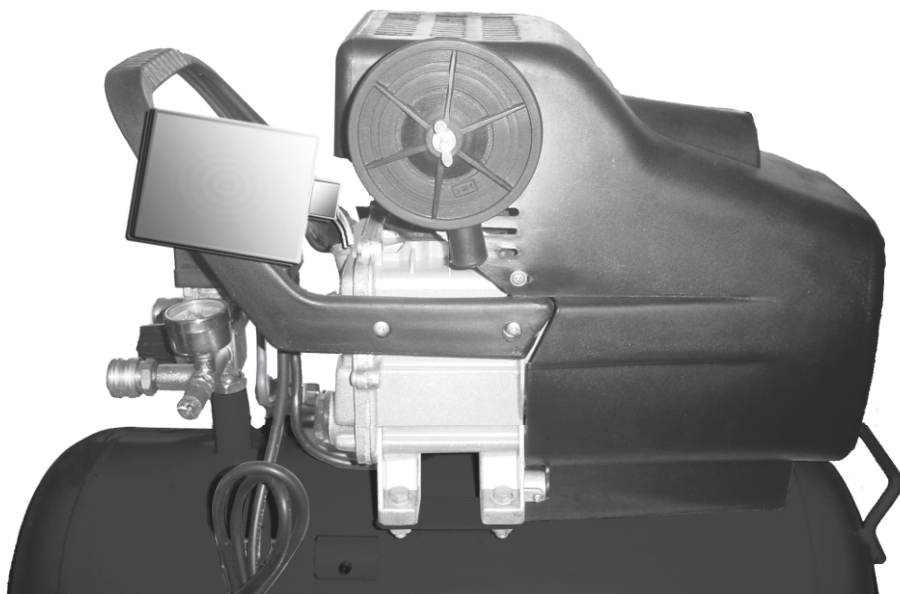

Рис. 5.
3. Каждые 20 рабочих часов проверять уровень масла и доливать при необходимости (рис. 5).